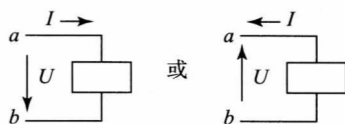

图 1-1-20 电源与负载的判别
(2) 电源与负载的判别。
① 如果 U 、 I 的参考方向关联 (图 1-1-20)。